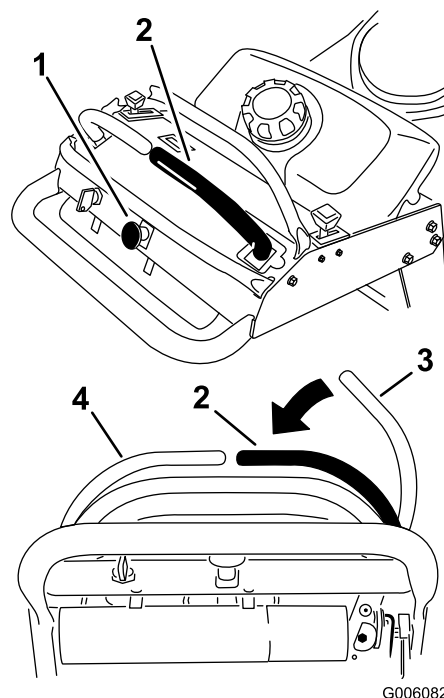

Figura 8
1. Per innestare le lame del tosaerba, spostate la leva destra di controllo del movimento in posizione centrale di sblocco (Figura 8).